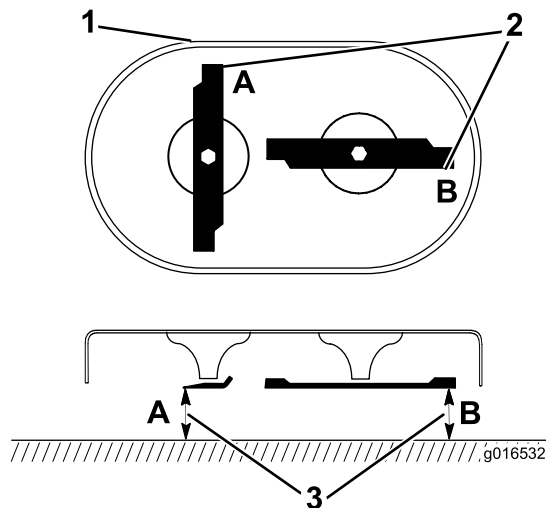

Figura 39
1. Ruotate le lame nella posizione illustrata nella Figura 39.
2. Misurate da una superficie piana ai bordi di taglio nelle posizioni A e B (Figura 39), e registrate entrambe le dimensioni.
3. Ruotate le lame in modo che le estremità opposte si trovino nei punti A e B (Figura 39).